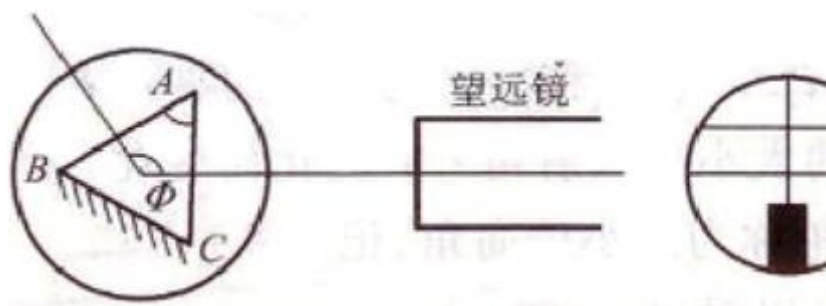

图10 测棱镜顶角A
(2)接通目镜光源，遮住从平行光管来的光。转动载物台，在望远镜中观察从侧面AC和AB反射回来的十字像，只调节台下三螺钉，使其反射像都落到上十字线处，见图10。调节时，切莫动螺钉(12) (为什么?)
固定望远镜和刻度盘。转动游标盘，使镜面AC正对望远镜，见图10。记下游标1的读数 θ_1 和游标2的读数 θ_2 。再转动游标盘，使AB面正对望远镜，记下游标1的读数 θ_1' 和游标2的读数 θ_2' 。同一游标两次读数之差 $|\theta_1 - \theta_1'|$ 或 $|\theta_2 - \theta_2'|$ ，既是载物台转过的角度 Φ ，而 Φ 是A角的补角。